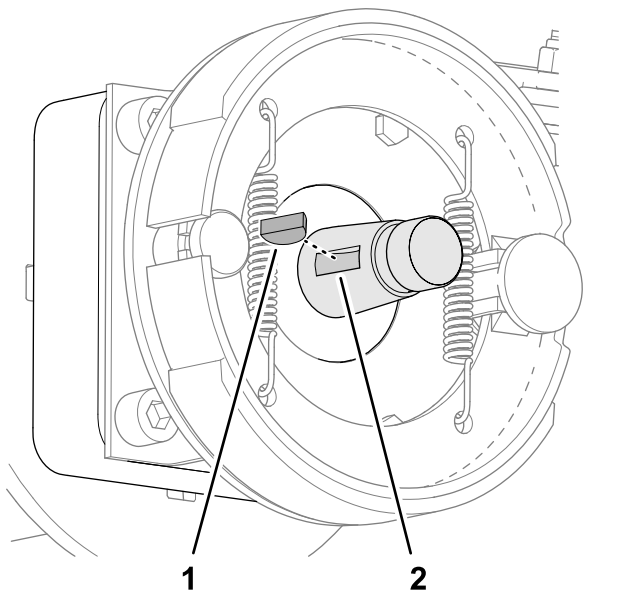

Bild 85
2. Führen Sie die Passfeder in die Nut der Radmotorwelle ein (**Bild 85**).